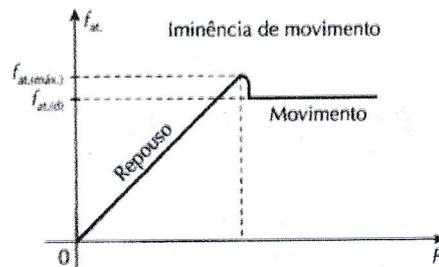

Figura 6.
No gráfico da figura 6, representamos a intensidade da força de atrito (f_{at}) em função da intensidade da força solicitadora (F) para o bloco em repouso (atrito estático) e, em seguida, para o bloco em movimento (atrito dinâmico).